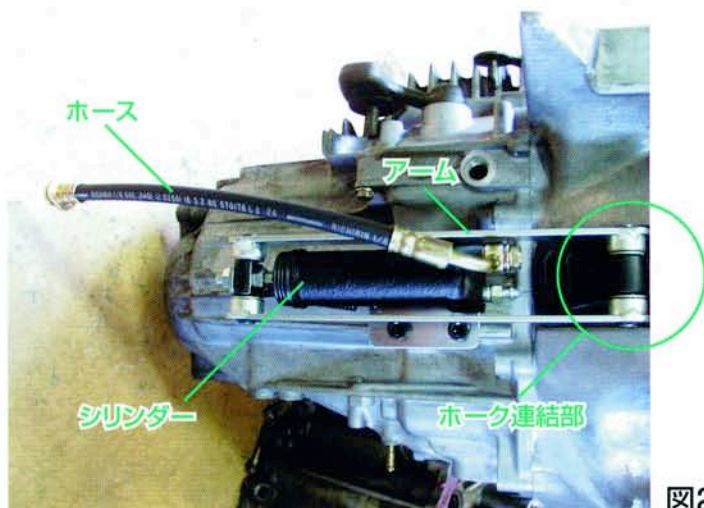

図2
4. シリンダーをベルハウジングに付属のボルトで固定してください。(図2を参照。)
5. ホーク連結部(図2参照)のシャフトを外して、ホークとアームを連結します。